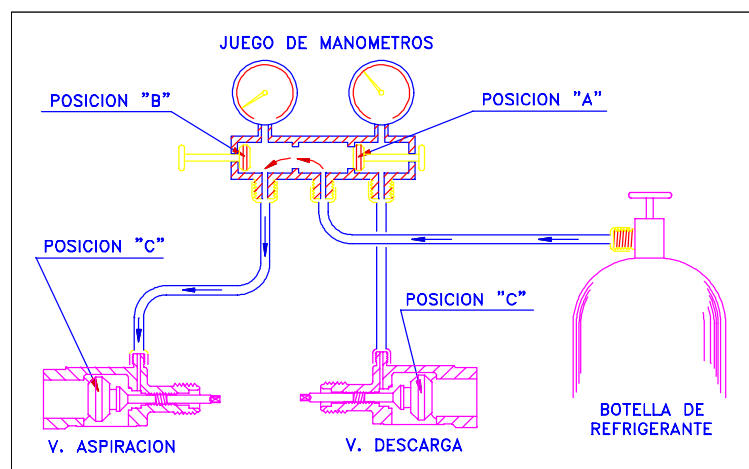

Fig.15
- Abrir la llave del manómetro de baja, posición "B" y asegurarse que la del manómetro de alta está cerrada, posición "A" (fig. 15).